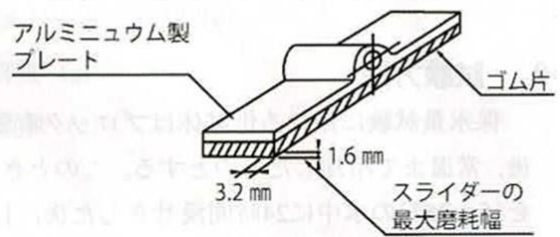

図3 スライダーの接触縁の磨耗量
- ・スライダーの接触縁の摩耗量(図3) : スライダー面で 3.2mm 以内